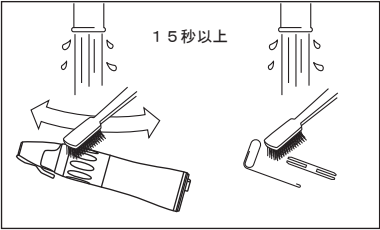

図 9
- 1 ハンドピースに付着した汚れを流水下（38℃以下、3.5L/min 以上、飲料水レベルの水質を推奨）でブラシ（金属製は不可）を用いて洗浄します（図 9）。